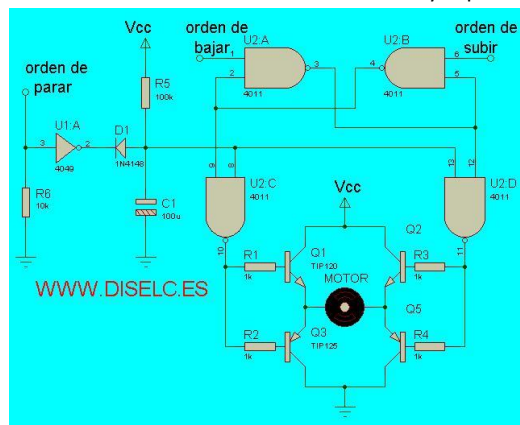

Figura 03. Circuito para controlar un motor CC.
**5.3 Control bidireccional de un motor CC.-** Simular el circuito de la figura 03 en Proteus, armar el circuito en protoboard, y controlar el funcionamiento de un motor CC. Analizar y explicar el funcionamiento del circuito.